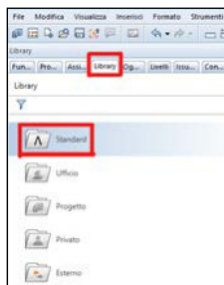

Fig. 56a
- Oppure posso entrare nella sezione «library», cliccare su «standard» (Fig. 56a)